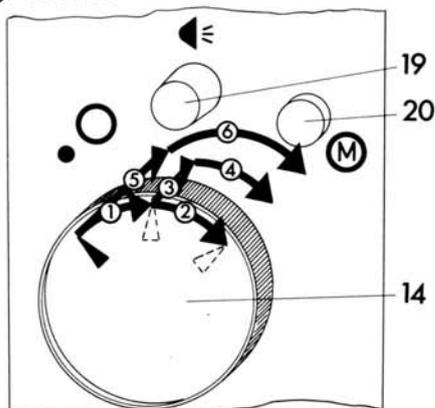

Bild 2 Schaltfunktionen beim Projektor "2000" MARC
Zum Prüfen des Filmlaufes und zum Filmtransport ohne Lampe bis zum Bildanfang Taste 20 (Bild 2 und 4) des Schalteinsatzes drücken.
Programmschalter 14 (Bild 2 und 4) in Stellung \blacktriangleleft drehen. Die Lampe muss nach dem Zünden ca. 45 Sekunden einbrennen. Während dieser Zeit ändert sich das Farbspektrum des Lampenlichtes von blauviolett in weiss. Nach Abschluss der Einbrennzeit leuchtet die grüne Anzeigelampe 19 (Bild 2 und 4) unter dem Symbol \blacktriangleleft auf.
Durch Eindrücken des Programmschalter 14 (Bild 2 und 4) in Schaltstellung ●○ (Aus) und Drehen in Schaltstellung (M) läuft der Projektor, ohne dass die Lampe gezündet wird, rückwärts. In dieser Schaltstellung ist motorisches Umspulen möglich.
Bei brennender Lampe (siehe Vorwärtsprojektion) in Stellung ◀◀ Programmschalter 14 (Bild 2 und 4) eindrücken und in Schaltstellung (M) drehen.